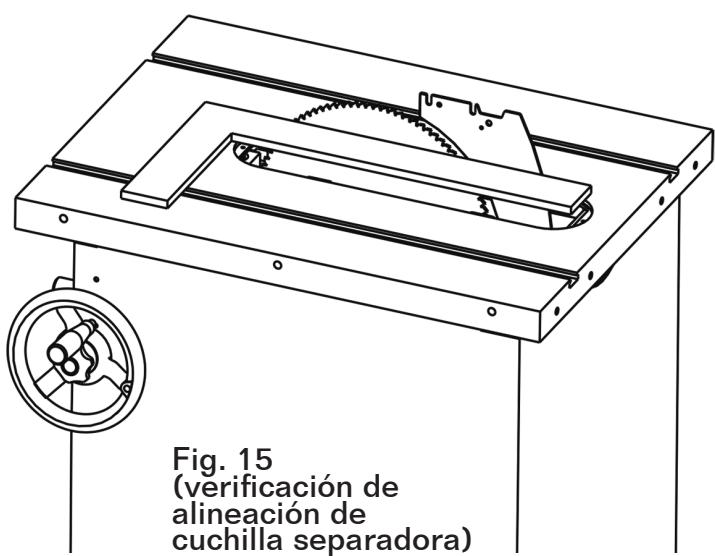

Fig. 15
3. Compruebe ambos lados del disco con un borde recto tocando los dientes, como se muestra en Fig. 15: